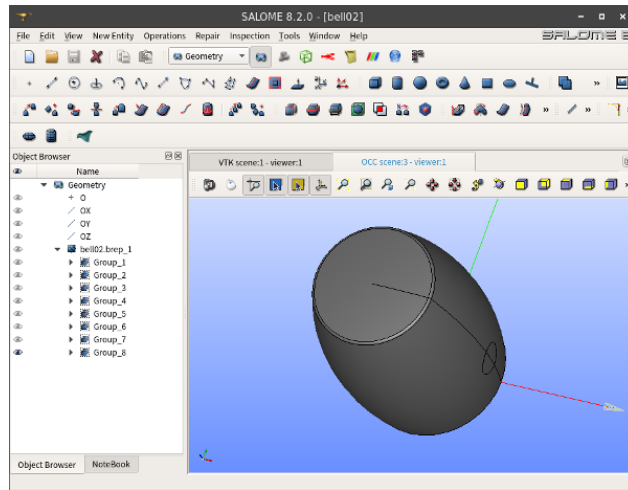

Figure 5: 5
- 본 예제에서 그룹화 작업을 한 예는 Figure 5와 같다. 8개의 그룹이 만들어져 있음을 트리에서 확인할 수 있고, 그 중에 보이도록 되어 있는 마지막 것만 현재 화면상에 보인다.